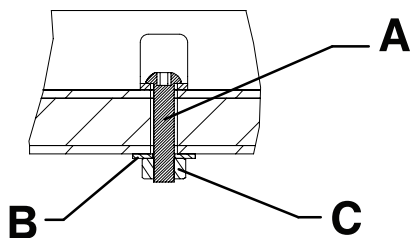
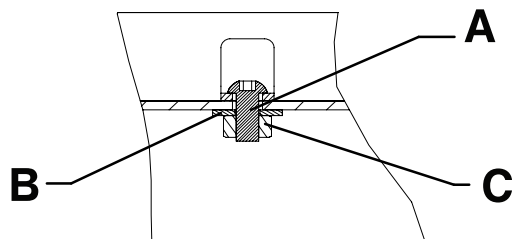

Рисунок 12 – Направляющие для напольного монтажа — вид 5А
Рисунок 13 – Направляющие для крепления на погрузочной платформе — вид 5В
- Прикрепите направляющие к полу или погрузочной платформе с помощью двух винтов М8 с полукруглыми головками (А), двух плоских шайб М8 (В) и двух гаек М8 (С) (не входят в комплект поставки) (Рисунок 12 или Рисунок 13).